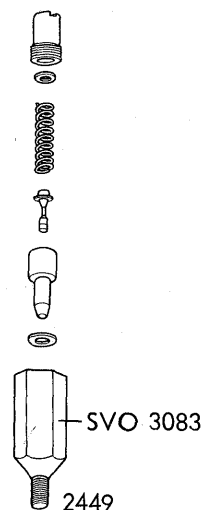

Fig. 43.
5. Monter disse dele i en forskrunding (specialværktøj SVO 3083) som vist i fig. 43, og skru fjederholderen i bund.